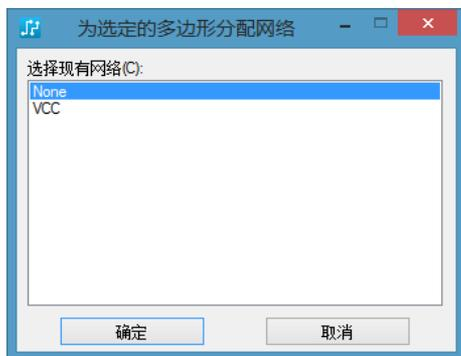

图 12-20 为分割区域分配网络
(6) 在需要终止分割的位置双击鼠标左键，弹出如图 12-20 所示的窗口，在该窗口中选择分割区域所属的网络，然后单击“确定”按钮。